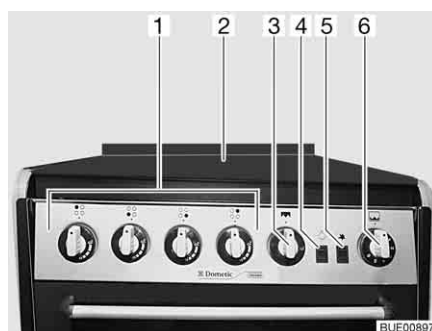

Bild 181 Gaskocher mit Backofen und Grill
- Gaskocher-Abdeckung (Bild 181,2) öffnen.
- Drehregler (Bild 181,1) der gewünschten Brennstelle auf Zündposition (große Flamme) drehen und drücken.
- Zündknopf (Bild 181,5) so oft drücken, bis die Flamme brennt.
- ▷ Mit dem Schalter (Bild 181,4) wird das Licht im Backofen ein- und ausgeschaltet.
- Drehregler (Bild 181,3) leicht drücken und auf Zündstellung (große Flamme) drehen.
- Zündknopf (Bild 181,5) drücken, bis die Flamme brennt.
- Drehregler (Bild 181,6) leicht drücken und auf eine Zündstellung zwischen 1 und 6 drehen.